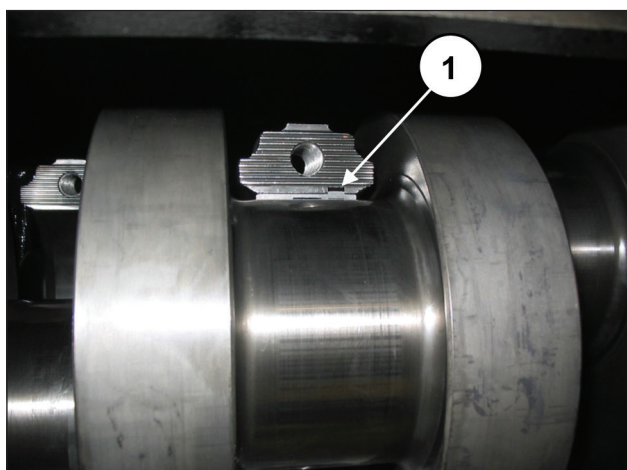

Fig. 58
**Para uma montagem correta dos semi-rolamentos, verifique se a lingueta de referência dos semi-rolamentos está posicionada no compartimento apropriado na semi-biela (pos. ①, Fig. 58).**